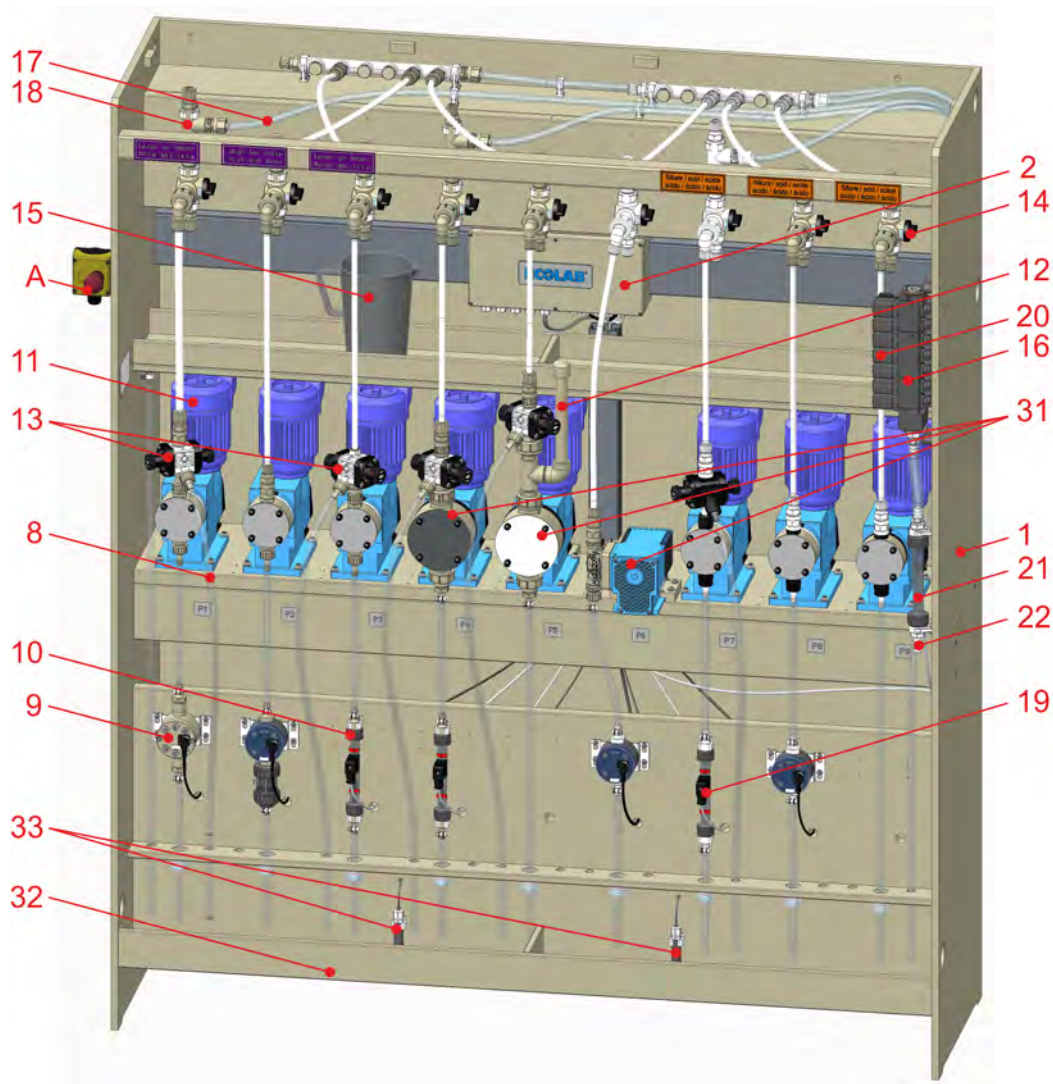

Bild 4: Exempel: Montering
Styrenheten är ansluten till den inbyggda kopplingslådan (Bild 4 , pos. 2), liksom ledningsanslutningarna för alla inbyggda elektriska komponenter (doseringspumpar etc.).
Som standard är sex doseringspumpar installerade på stativkonsolen (Bild 4 , pos. 1) förmonterad; tre ytterligare pumpar kan valfritt eftermonteras.
Doseringslinjen för behållare 1 är fabriksdesignad för emulsionsproduktfamiljen (Bild 4 , pos. 3). Via en PP-suglans (Bild 4 , pos. 7), med integrerad sugsil (Bild 4 , pos. 4), backventil (Bild 4 , pos. 6) och tom indikatorflottör (Bild 4 , pos. 5), levereras med doseringspumpen EMP III 54 l/h i EPDM-version (Bild 4 , pos. 11) produkten suggs upp.
För automatisk kontroll av flödet, en oval hjulräknare (Bild 4 , pos. 9) eller en flödesmätare (Bild 4 , pos. 10) med signalsändarenhet (Bild 4 , pos. 19) är installerade. Båda mätarmaturerna finns som tillval. Suglansen är ansluten till pumpen via en Tygon-slang i dimensionen 9,5/15,9.
En övertrycksventil (Bild 4 , pos. 13), som öppnas när doseringsledningen är blockerad och släpper ut den framväxande produkten i uppsamlingstråget. Av denna anledning är uppfångningskärlet uppdelat i två olika områden (alkaliskt/surt) och bevakas av en läckageflottör (Bild 4 , pos. 33) är säkrad.
På trycksidan av doseringspumpen finns en 3-vägsventil (Bild 4 , pos. 14) som är ansluten via ett PEX-rör 12/16; detta möjliggör en provtagning i en mätskala (Bild 4 , pos. 15) och därmed möjligheten att kalibrera doseringsmängden med MyControl-styrenheten.
Ett efterspolningsprogram med vatten genomförs av säkerhetsskäl efter doseringen. För detta ändamål finns det tillgång till sötvatten vid vattenanslutningen (Bild 4 , pos. 22); sköljningen utförs genom att öppna sköljventilen (Bild 4 , pos. 20).
De inbyggda backventilerna i ledningen garanterar att inga kemikalier kan läcka till vattenledningen. Efterspolningen kan övervakas manuellt med hjälp av flottör-genomflödesmätaren (Bild 4 , pos. 21).
En inbyggd genomflödes-signalgivare (Bild 4 , pos. 19) för kontroll via styrenheten installerades redan vid tillverkning.
Doseringslinjen för behållare (Bild 4 , pos. 23) och 3 (Bild 4 , pos. 24) är utformade för normala viskösa, alkaliska medier. Av denna anledning används EPDM som tätningmaterial. Till skillnad från den mycket viskösa mediumemulsionen (Doseringssträng 1) pEX-doseringsrör i dimensionen 8/12 kan användas för dessa behållare. Som sugslang används även Tygon-slang med mått 9,5/15,9. Doseringpump och tillvalsmätarmaturer är identiska till doseringslinje 1.
Det är möjligt att valfritt använda en övertrycksventil (Bild 4 , pos. 13), vilket begränsar ledningstrycket till ett förinställt värde och den överskjutande produktvolymen via returanslutningen (Bild 4 , pos. 8) i uppsamlingstråget eller behållaren.
Doseringskomponenterna vid denna punkt (Bild 4 , pos. 25, 26, 27) är inte förmonterade och kan konfigureras fritt.
Dessutom, när du använder en 80 eller 120 l/h pump, finns det också möjlighet att använda ett pulsationsdämpare (Bild 4 , pos. 12) för att minska eventuella tryckstötter. Suglanserna kan anslutas till pumparna via en Tygon-slang i dimensionen 9,5/15,9 eller valfritt 15,9/22,3 (i fallet med mycket viskösa medier).